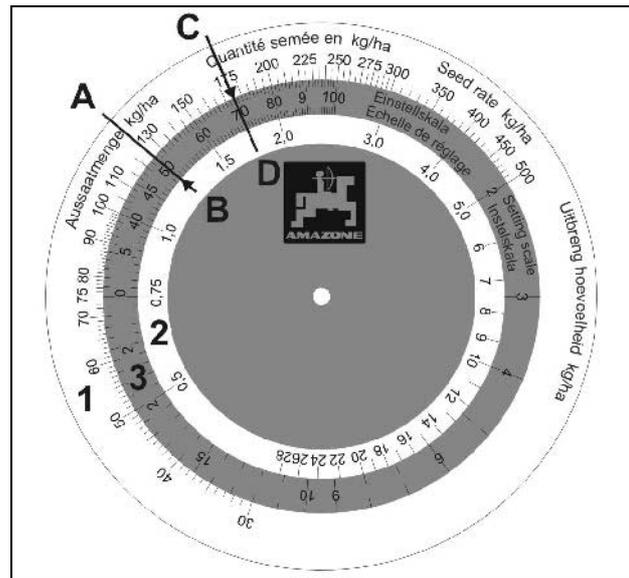

Fig. 71
La disquette comprend trois échelles graduées: une échelle en bordure du disque sur fond blanc (Fig. 71/1) pour les quantités supérieures à 30 kg/ha et une échelle intérieure sur fond blanc (Fig. 71/2) pour les quantités inférieures à 30 kg/ha. L'échelle intermédiaire à fond coloré (Fig. 71/3) indique les valeurs de réglage pour le sélecteur, échelonnées de 1 à 100.
- Faites concorder la quantité calculée **125** kg/ha (Fig. 71/A) avec la valeur de réglage arbitraire **"50"** (Fig. 71/B) sur la disquette.
- Lisez sur la disquette la valeur de réglage du sélecteur correspondant à la quantité de grain voulue de **175** kg/ha (Fig. 71/C). Dans notre exemple, la valeur de réglage à utiliser est **"70"** (Fig. 71/D).